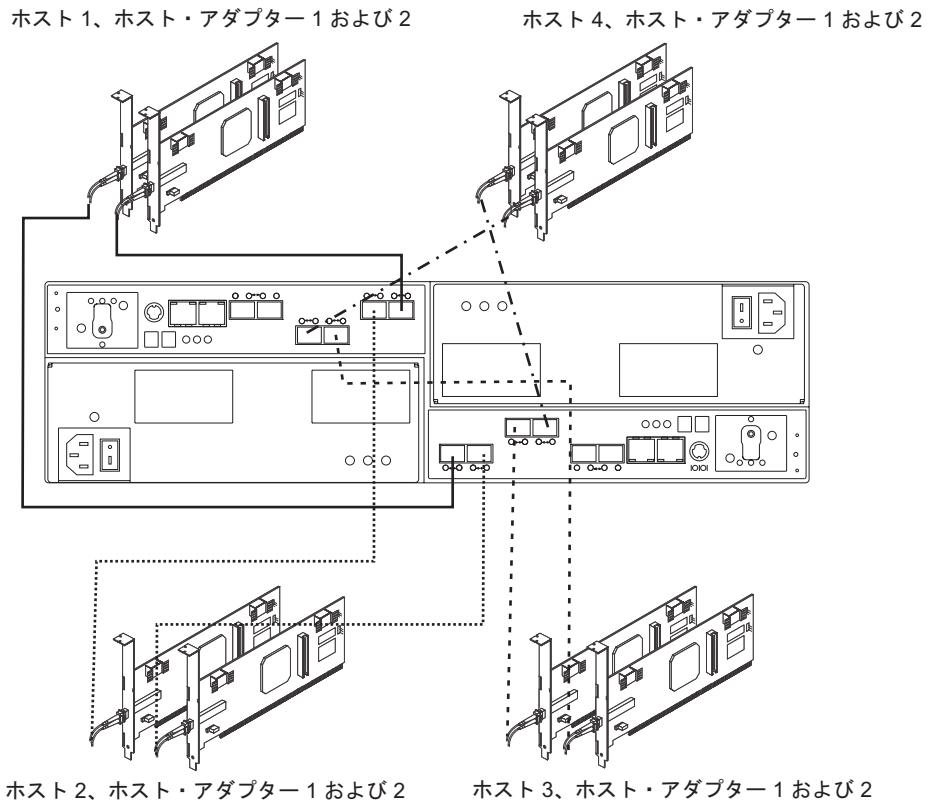

図 55. 2 つの冗長ホスト接続のケーブル接続図
3. その他の冗長ホスト接続ごとに、ステップ 1 および 2 を繰り返します。DS5020 ストレージ・サブシステムでは 93 ページの図 55 に示されているような 2 つの冗長ホスト接続、あるいは最大 4 つの冗長ホスト接続（図示していません）を作成することができます。4 つの冗長ホスト接続では、DS5020 ファイバー・チャネル・ホスト・バス・アダプターまたはファイバー・チャネル・スイッチ・ポートに接続することができます。